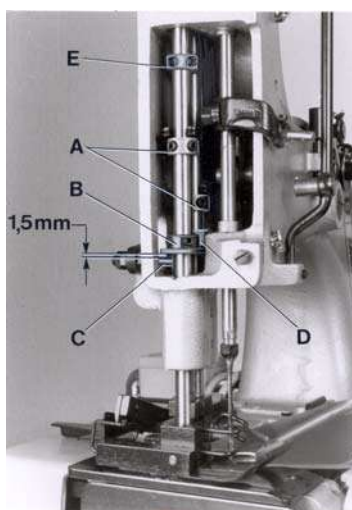
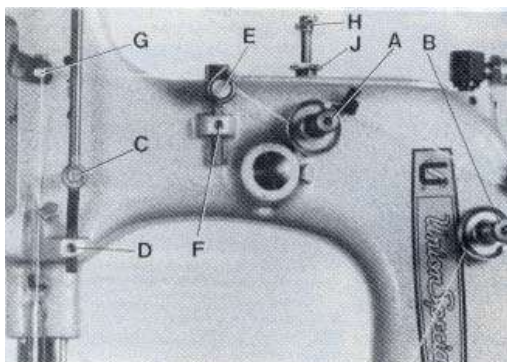

Fig. 11
Fig.12
Rotate the pulley until the feed dog is below the throat plate. Remove the face cover left on machine arm and turn out the T-screw (H, Fig. 12) on the top of the machine arm, until it does not exert any pressure on the leaf springs. In this position, the pressure exerted on the presser foot, should be just strong enough to keep it flat on the throat plate. By relocating the collars (A, Fig. 11), which serve as a leaf spring rest, on the left and right presser bar, the pressure can be changed. Raising the collars increases the pressure, lowering the collars decreases the pressure.
Set the presser bar lifter collar (B, Fig. 11) on the left presser bar so, that there is a distance of approx. 1.5 mm (1/16") between lifter lever stud (C) and lower surface of the lifter collar (B), when the presser foot rests on the throat plate (see Fig. 11). Set the collar (D) on the right presser bar close to the fork of the presser bar lifter collar (C) on the left presser bar.
Drehen Sie an der Riemenscheibe bis der Transporteur unter der Stichplatte steht. Entfernen Sie den Stirndeckel links am Maschinenarm und drehen Sie die Knebelschraube (H, Fig. 12) oben auf dem Maschinenarm soweit heraus, daß sie nicht mehr auf die Blattfedern drückt. In dieser Stellung soll der Druck auf den Drückfuß gerade noch so stark sein, daß er auf der Stichplatte aufliegt. Durch Verstellen der als Blattfederauflage dienenden Stellringe (A, Fig. 11) auf der linken und rechten Drückfußstange kann der Druck verändert werden. Verstellen der Stellringe nach oben verstärkt, verstellen nach unten verringert den Druck.
Stellen Sie den Drückfußstangen-Lifterstellring (B, Fig. 11) auf der linken Drückfußstange so ein, daß zwischen Lifterhebelbolzen (C) und Unterseite Stellring (B) ein Abstand von etwa 1,5 mm ist, wenn der Drückfuß auf der Stichplatte aufliegt (siehe Fig. 11). Stellen Sie den Stellring (D) auf der rechten Drückfußstange so, daß er an der Gabel des Drückfußstangen-Lifterstellrings (B) auf der linken Drückfußstange anliegt.
On styles 80800TL and TAL set the collar (D, Fig. 11) on the right presser bar approx. 2.5 mm (7/64") above the fork of the presser bar lifter collar (B). This effects, when lifting the presser foot, that the left presser foot part is lifted first by approx. 2.5 mm (7/64"), before the right presser foot part will lift too.
The presser foot lift is limited with the upper stop collar (E, Fig. 11) on the left presser bar. When the needle is in its lowest position and the presser foot is lifted with presser foot bottom tilted up, the needle bar respectively needle clamp nut should not contact the presser foot bottom. Set collar (E) accordingly.
Now turn in T-screw (H, Fig. 12) until the necessary presser foot pressure for proper feeding is exerted (determine by sewing tests). Secure this setting with the knurled nut (J), which simultaneously fastens the upper arm cover. Remount the face cover.
The tension (A, Fig. 12) on the needle thread should be fairly strong to produce uniform stitches. On the two thread double locked stitch styles the tension (B) on the looper thread should be barely sufficient to steady it.
On the two thread double locked stitch styles 80800R, RL, TL, TAL, U, UA, UL and UAL, the height of the needle thread take-up roller (C, Fig. 12) is set so, that the needle thread on the downstroke of the needle just contacts the roll at the time the needle thread loop is released from the looper. Loosen screw (D) and set the needle thread take-up roller accordingly. Retighten screw (D).
Bei den Maschinen 80800TL und TAL stellen Sie den Stelling (D, Fig. 11) auf der rechten Drückerfußstange etwa 2,5 mm über die Gabel des Drückerfußstangenlifter-Stellings (B). Dadurch wird beim Liften des Drückerfußes zuerst das linke Drückerfußteil etwa 2,5 mm angehoben bevor das rechte Drückerfußteil mit anhebt.
Der Hub des Drückerfußes wird mit dem Anschlag-Stelling (E, Fig. 11) oben auf der linken Drückerfußstange begrenzt. Wenn die Nadel in der untersten Stellung ist und der Drückerfuß mit dem Drückerfuß-Lifterhebel angehoben und die Drückerfußsohle nach oben gekippt wird, darf die Nadelstange bzw. Nadelstangenmutter die Drückerfußsohle nicht berühren. Stellen Sie den Stelling (E) entsprechend ein.
Nun drehen Sie die Knebelschraube (H, Fig. 12) so weit ein, daß der zum einwandfreien Transport notwendige Drückerfußdruck erzeugt wird (durch Nähversuche ermitteln). Sichern Sie diese Einstellung mit der Rändel-Kontermutter (J), mit der gleichzeitig der obere Armdeckel befestigt wird. Montieren Sie den Stirndeckel wieder.
Die Spannung (A, Fig. 12) auf den Nadelfaden soll so stark sein, daß eine gleichmäßige Stichbildung erreicht wird. Bei den Zweifaden-Doppelkettenstichmaschinen soll die Spannung (B) auf den Greiferfaden ganz gering sein, so daß der Faden gleichmäßig gleitet.
Bei den Zweifaden-Doppelkettenstichmaschinen 80800R, RL, TL, TAL, U, UA, UL und UAL wird die Höhe der Nadelfadenabzugsrolle (C, Fig. 12) so eingestellt, daß der Nadelfaden beim Niedergehen der Nadel, die Rolle zu dem Zeitpunkt gerade berührt, wenn die Nadelfadenschlinge vom Greifer freigegeben wird. Lösen Sie die Schraube (D) und stellen Sie die Nadelfadenabzugsrolle (C) entsprechend ein. Ziehen Sie die Schraube (D) wieder an.
On all styles the eyelet (E, Fig. 12) should be positioned so, that the needle thread runs nearly horizontal, parallel to cloth plate, between eyelet (G) on needle bar connection and eyelet (E) on machine arm, when the needle is in its upmost position. Eyelet (E) is secured by screw (F).
Bei allen Maschinen wird die Fadenführung (E, Fig. 12) so eingestellt, daß der Nadelfaden zwischen der Fadenführung (G) am Nadelstangenmitnehmer und der Fadenführung (E) am Maschinenarm etwa waagrecht, parallel zur Stoffplatte verläuft, wenn die Nadel in der obersten Stellung ist. Die Fadenführung (E) wird mit der Schraube (F) befestigt.